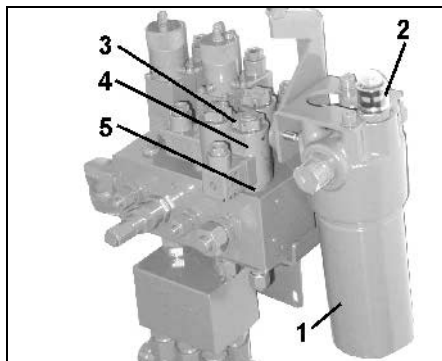

Fig. 37
Föraren kan kontrollera funktionen för hydrauloljefiltret (Fig. 37/1) på styrblocket.
Indikering i kontrollfönster (Fig. 37/2):
- Skruva av magnethatten (Fig. 37/3).
- Ta bort magnetspolen (Fig. 37/4).
- Dra ut ventilsiden (Fig. 37/5) med ventilsäte och gör rent med tryckluft eller hydraulolja.